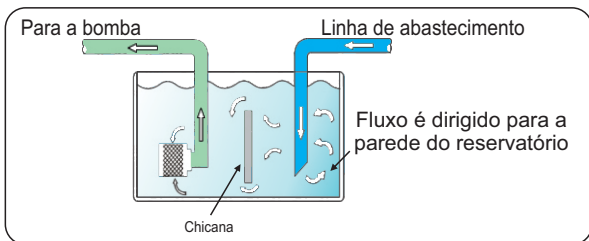

Figura 3
8.23 O ponto de captação de água para a bomba deve ficar o mais afastado possível da tubulação de abastecimento do reservatório, evitando assim, a sucção de bolhas de ar. Não havendo essa possibilidade, pode-se instalar chicanas no reservatório (ver figura 3).